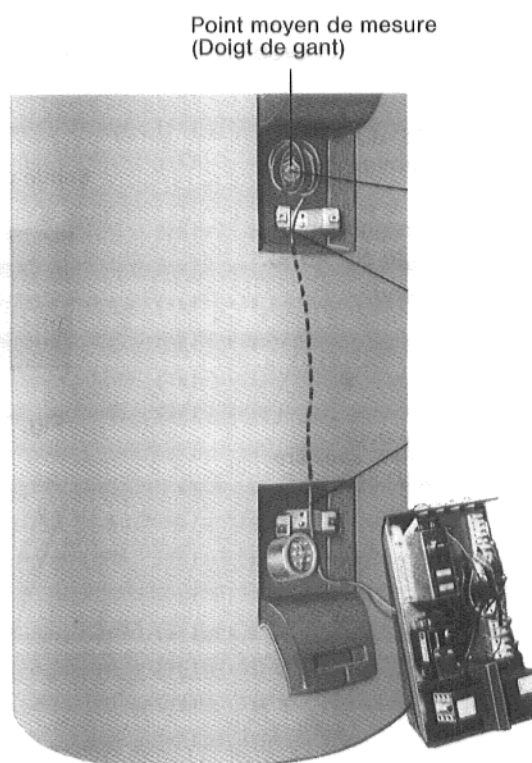

Fig. 8
9. Guider le fil transmetteur (p. ex. baguette d'apport) au-dessous du calorifuge en mousse souple de l'agrafage rectangulaire supérieur vers l'agrafage inférieur (ST 400 – ST 800, Fig. 8).
- 9.1 Pivoter l'agrafage rectangulaire inférieur, accrocher la sonde en 1/4 du tube capillaire dans le transmetteur et le guider vers le point de mesure moyen (doigt de gant) (ST 400 – ST 800, Fig. 8).